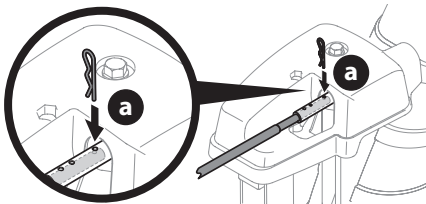

Figure 70
Procédez comme suit pour changer manuellement la direction de la goulotte si votre souffleuse est dotée d'une manette de commande électrique et d'une tige de commande manuelle. Voir Figure 70.
1. Retirez la goupille fendue (a) d'un des deux trous les plus éloignés de la tête de commande de la goulotte. Voir Figure 70.
2. Insérez la tige de commande de la goulotte jusqu'à ce que le trou de la tige s'aligne avec le troisième trou du raccord. Voir Figure 70.
3. Remplacez la goupille fendue (a) dans ce trou et dans la tige de commande de la goulotte. Voir Figure 70.